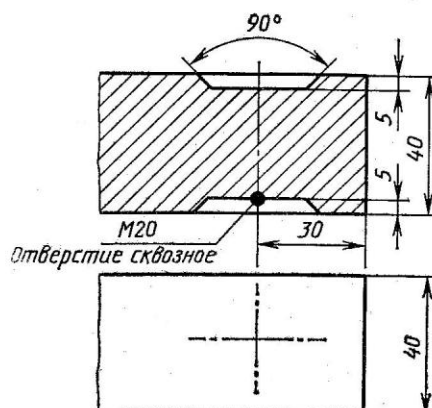

Рисунок 2
2. Дополните чертеж детали изображением отверстия с резьбой (рисунок 2).